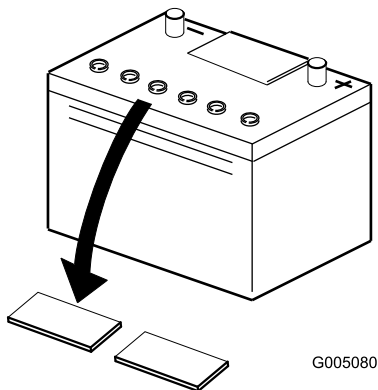

Bild 5
- Reinigen Sie die Oberseite der Batterie und nehmen Sie die Entlüftungsdeckel ab (Bild 5).